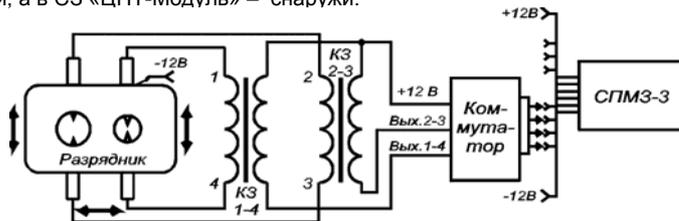

Рис. 2.
Проверка производится по схеме на рис. 2 по методике проверки модуля зажигания 42.3705.
- 1) Первую проверку производить по схеме, показанной на рис. 2.
Схема на рис. 2 – общая для проверки модуля зажигания 42.3705 и системы зажигания «ЦНТ-Модуль», с той лишь разницей, что катушки зажигания и коммутатор в модуле зажигания находятся внутри, а в СЗ «ЦНТ-Модуль» – снаружи: